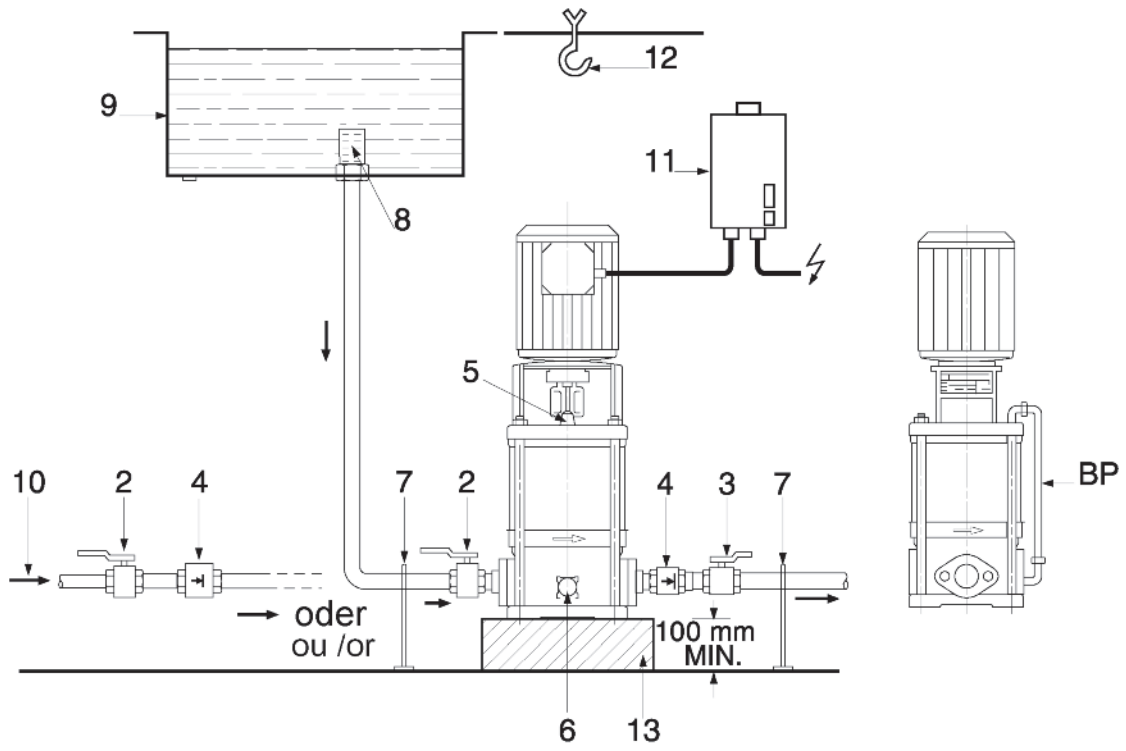

Fig. 3
Huvud- och anslutningsmått (Tabell 2, se även Fig. 3):
- Installationsmått och anslutningsdata anges i tabell 2 i avsnitt 1.2.1 och Fig. 3.